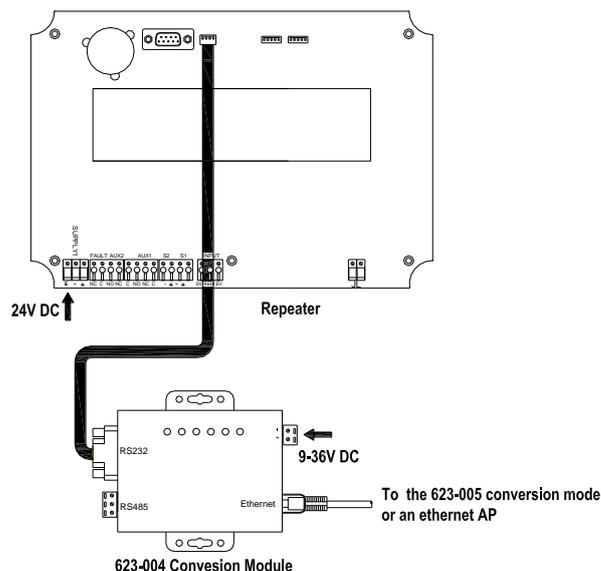

Рис. 7 – подключение RS-232 модуля к повторителю
- ◆ Подключите порт RS-232 модуля МПС-П-02 к клеммам P1 (4-pin) повторителя (см. рис. 7)